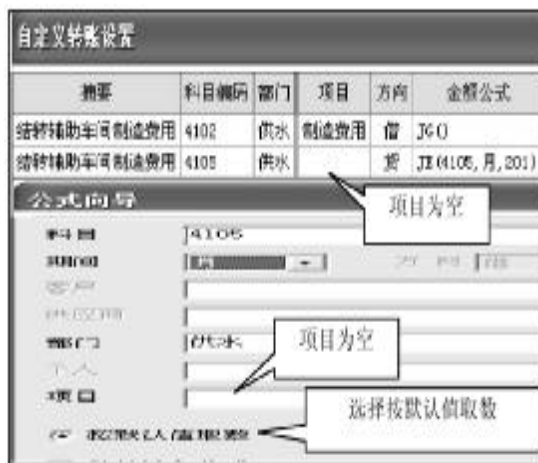

图1 结转辅助车间制造费用
(1)自定义转账设置(供水车间)。使用【总账】/【期末】/【转账定义】/【自定义转账】功能定义,如图1所示。
(1)供水车间。仿照图1自定义转账设置及生成转账凭证如表2。
1. 供水车间。仿照图1自定义转账设置及生成凭证如表3。
本例假设按生产工时分配基本车间制造费用,甲产品工时为**12 000**小时,乙产品工时为**8 000**小时。仿照图1自定义转账设置及生成凭证如表4所示。
1. 甲产品。本例生产费用假设按约当产量法在完工产品与在产品之间分配,原材料费用在生产开始时一次投入,本月甲产品完工**180**件,在产品**200**件,在产品完工率为**50%**。仿照图1自定义转账设置及生成凭证如表5。